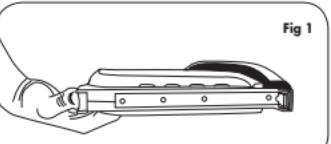

Fig 1
2. La herramienta T50ACD (o grapadora eléctrica) tiene alimentador de grapas de carga inferior. Invierta la herramienta y apriete el montaje de empuje (**Fig 1**).